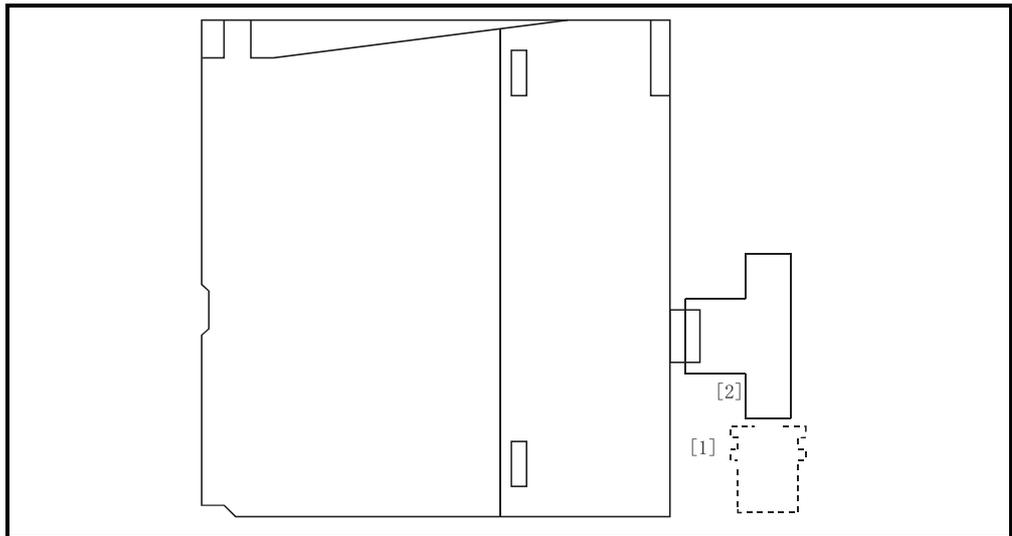

图 5.3 10BASE2 电缆连接图
- (步骤 1) 如图 5.3 所示，将 [1] 的沟槽对准 [2] 的钩子，然后插入。